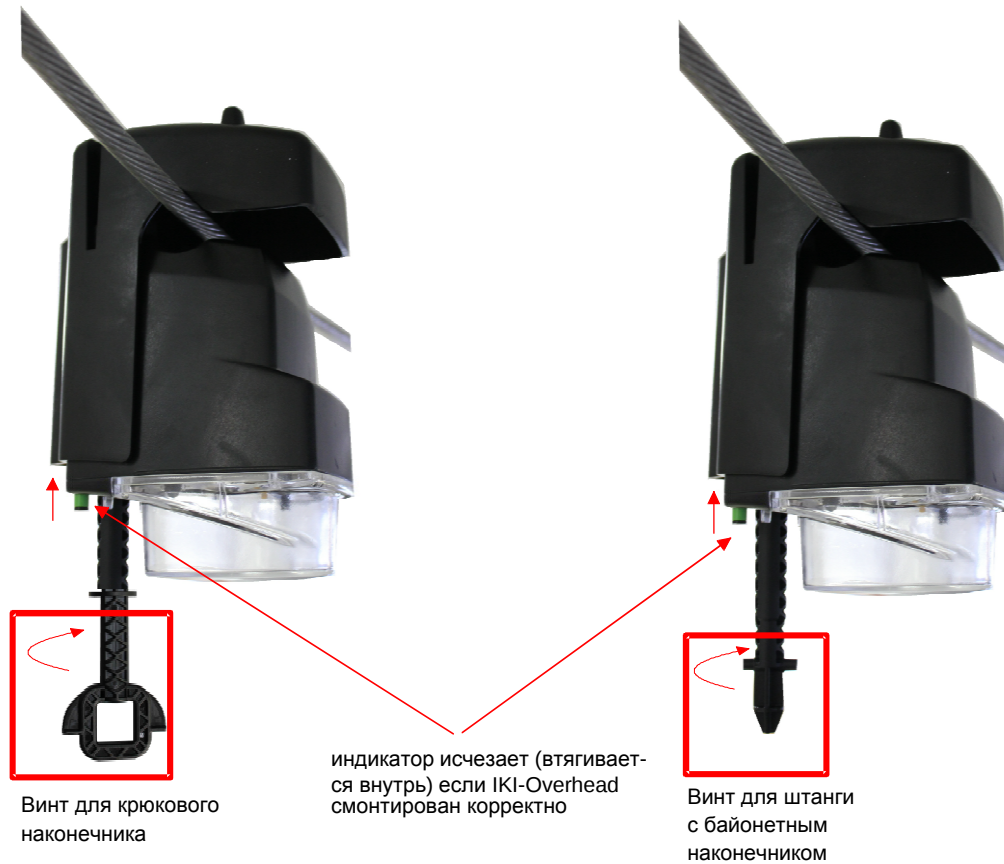

Рис. 3 Монтаж IKI-ON2
3.3.e	Развертывание IKI-OH2 при помощи изолирующей штанги. Пожалуйста, проверьте соблюдение правил и норм безопасности. Если требуемая процедура работы с изолирующей штангой выполнена, то возможно начать установку приборов на работающую воздушную линию. Для места установки каждого прибора рекомендуется руководствоваться Рис. 3. Установка приборов, согласно рекомендуемой схеме расположения упростит нахождение первопричины любых повреждений воздушной линии, обнаруженных во время эксплуатации. - Установите прибор на изолирующую штангу. - Переместите прибор на точку монтажа на ВЛ и аккуратно поднесите штангу. - Крутите зажим по часовой стрелке пока зеленый индикатор полностью не втянется в корпус. Уберите штангу. - Повторите для всех устройств IKI-OH2, входящих в комплект.